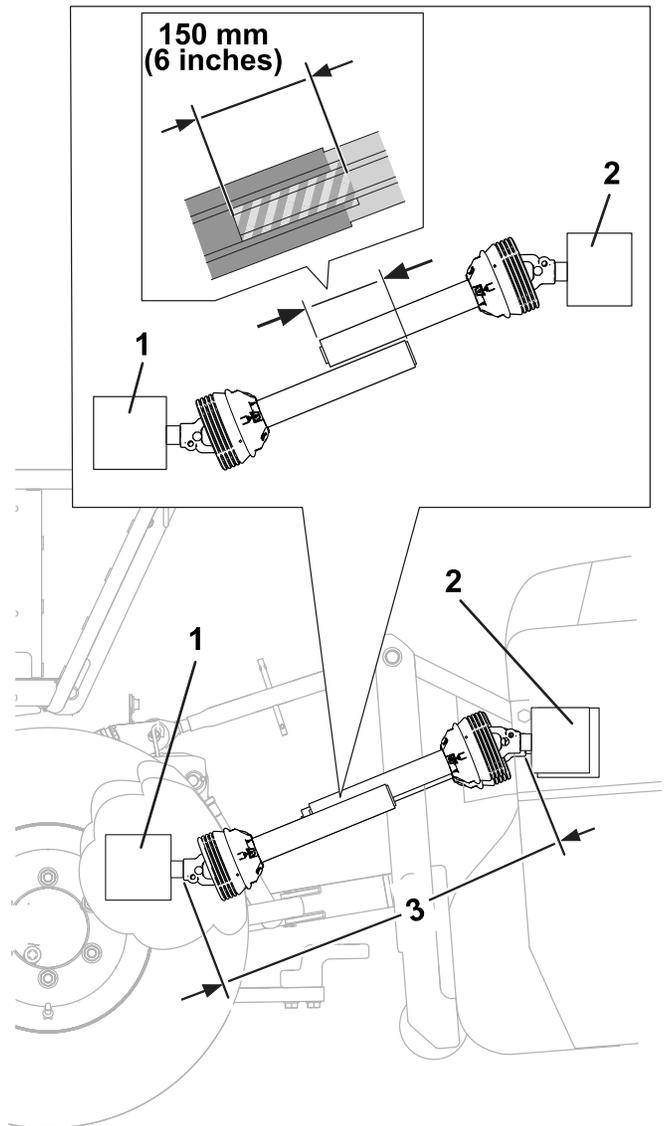

Figure 14
10. Élevez l'accessoire à la position où l'arbre de sortie de la PDF du groupe de déplacement et l'arbre d'entrée du boîtier d'engrenages sont les plus éloignés l'un de l'autre (Figure 14).
11. Maintenez les sections de l'arbre de transmission parallèles entre elles et vérifiez qu'elles se chevauchent sur 150 mm (6 po) ou plus (Figure 14).